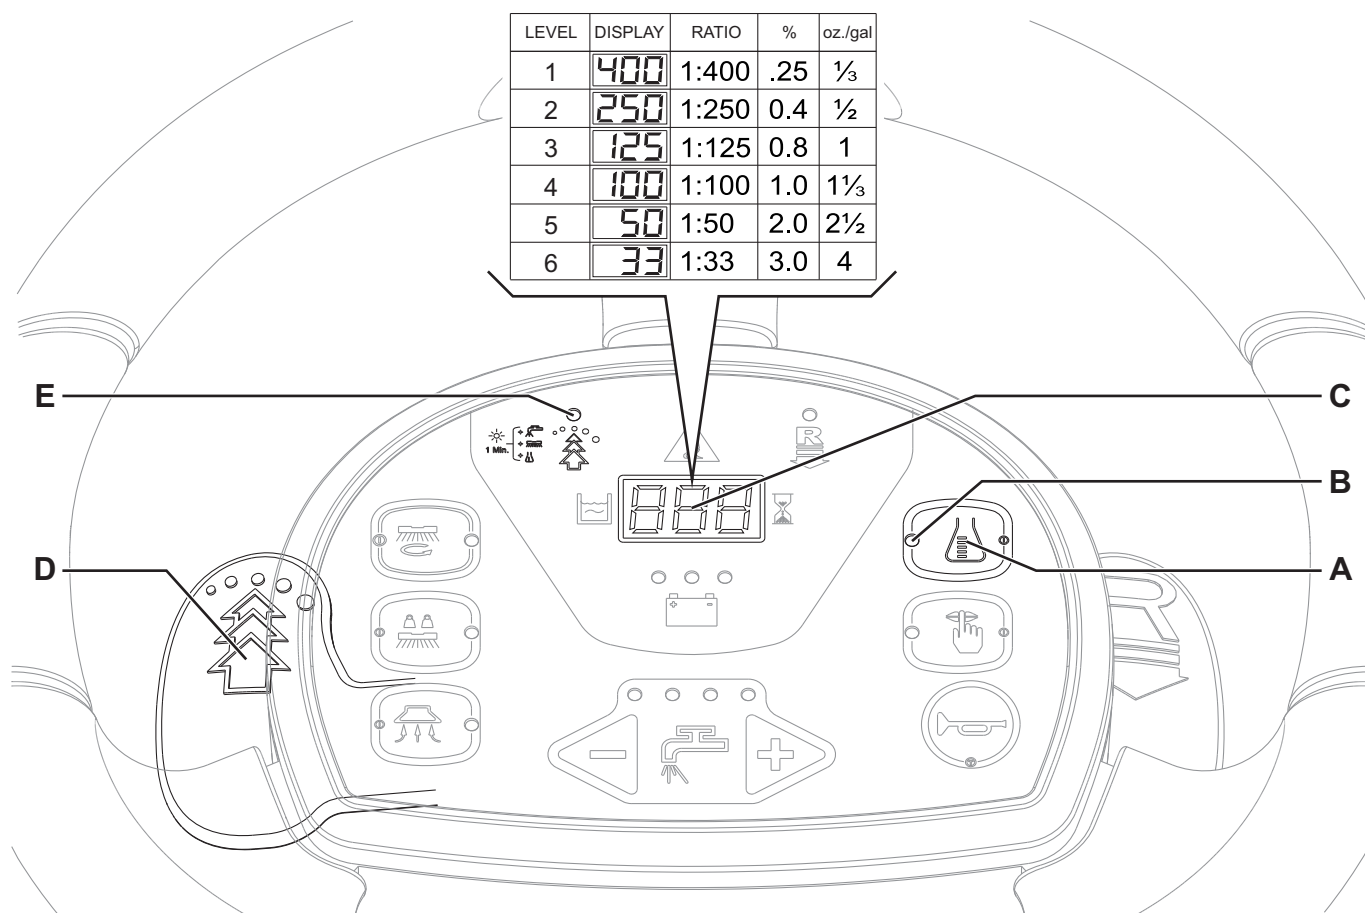

Figure 4
Le système pour le mélange du détergent à l'eau de lavage est activé en appuyant sur le bouton-poussoir de réglage du pourcentage de détergent (A, Fig. 4) : si le DEL (B) est allumé, le détergent est ajouté à l'eau de lavage.
Soulever le levier EcoFlex™ (D, Fig. 4) chaque fois que l'on nécessite temporairement d'une plus grande puissance de lavage. En soulevant le levier (D) [DEL (E) clignotant], le flux de solution augmente, la fonction d'extra-pression des brosses / plateaux support disque est activée et la concentration de détergent dans la solution augmente (ce dernier seulement pour machines avec le système EcoFlex™) ; en outre, si la fonction de mélange détergent est désactivée, elle est automatiquement activée. En soulevant à nouveau le levier (D), les réglages initiaux sont rétablis [DEL (E) allumé].
*Dans le cas où on ne soulève pas le levier (D) pour la deuxième fois, les réglages initiaux sont rétablis automatiquement après 60 secondes.*
1. Désactiver le bouton-poussoir de réglage du pourcentage de détergent (A) [le DEL (B) doit être éteint].
2. Appuyer et maintenir appuyé le bouton-poussoir de réglage du pourcentage de détergent (A) jusqu'à ce que le DEL (B) clignote.
3. Relâcher le bouton-poussoir (A). Appuyer à nouveau rapidement sur le bouton-poussoir pour passer au niveau successif indiqué par l'afficheur (C) comme le montre le tableau dans la figure 4 ; répéter la procédure jusqu'à atteindre le niveau désiré.
4. Attendre jusqu'à ce que le DEL (B) arrête de clignoter : la configuration du nouveau niveau est terminée.
Pour désactiver temporairement le système, soulever le levier EcoFlex™ (D, Fig. 4) et le maintenir soulevé pour 2 secondes. Cette procédure terminée, [DEL (D) éteint], le niveau de concentration de détergent est conforme au niveau configuré. Pour activer à nouveau le système, soulever le levier EcoFlex™ (D).